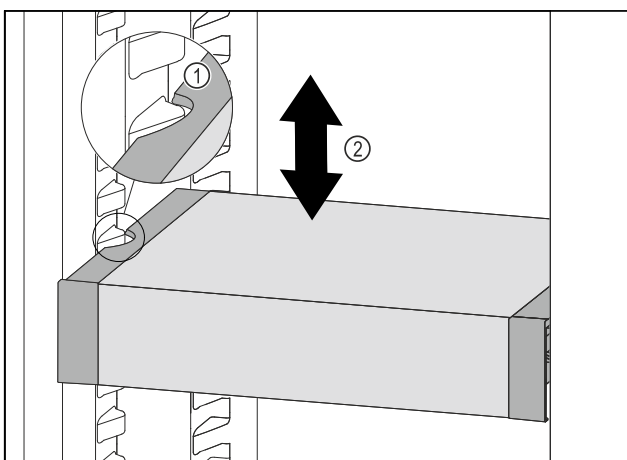

Fig. 120
- ▶ Tire del VarioSafe hacia delante hasta que los huecos laterales del VarioSafe se encuentren a la altura de la nervadura del recipiente en el compartimento del frigorífico. Fig. 120 (1)
- ▶ Mueva el VarioSafe hacia arriba o hacia abajo en el compartimento del frigorífico hasta alcanzar la altura deseada. Fig. 120 (2)